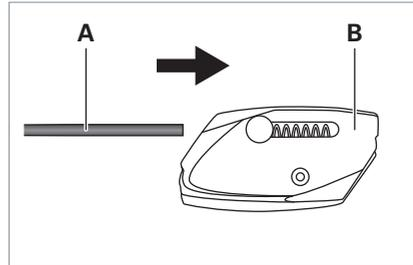

Fig. 2: Fijación del soporte del cable metálico en el cable metálico.
- ▶ Guíe el cable metálico **A** a través del primer ojal del soporte del cable metálico **B**, véase Fig. 2.